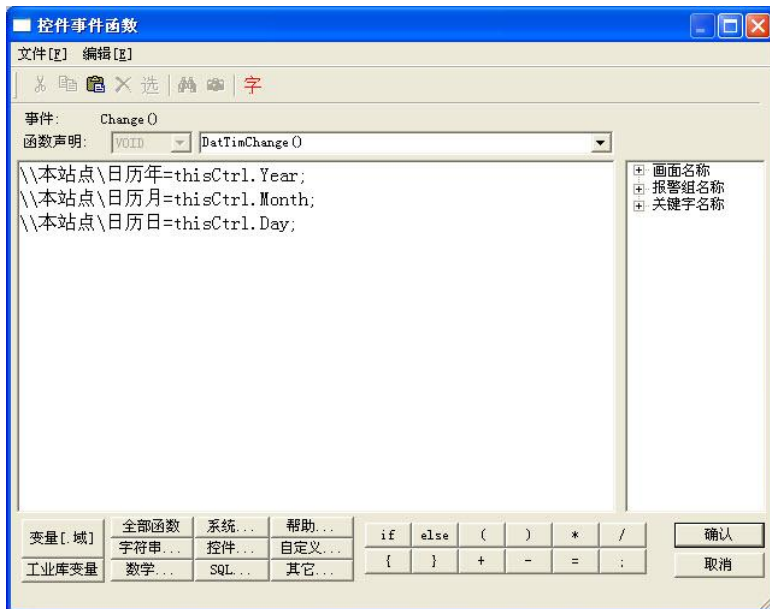

图14.55 控件事件函数1
- 4、 在命令语言编辑区输入命令语言程序，如图14.55所示。